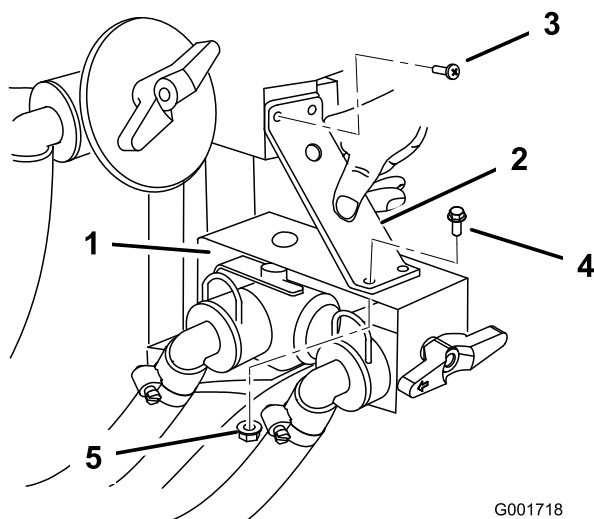

Figura 12
9. Instale el tirante del soporte sobre el soporte de la válvula de control. Utilice los dos tornillos existentes que sujetan el acoplamiento en T superior para sujetar la parte superior del tirante del soporte (Figura 12). Sujete la parte inferior del tirante del soporte usando dos pernos con arandela prensada